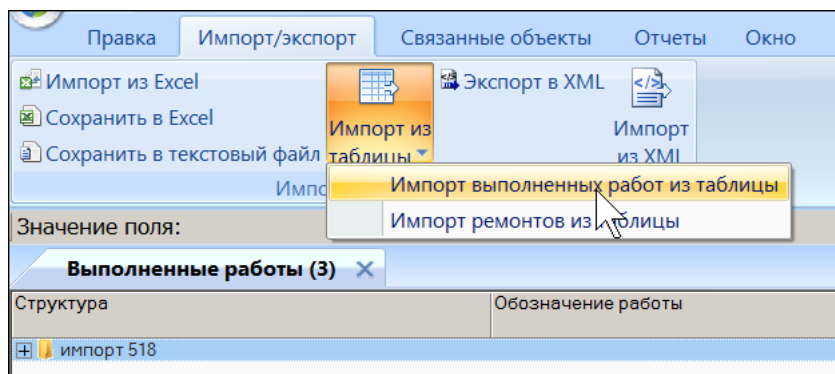

Рис. 14-63 – Вызов диалогового окна импорта из таблицы в рабочем окне «Выполненные работы»
3) Нажать кнопку «Импорт из таблицы» панели «Импорт/экспорт» и из раскрывшегося списка выбрать команду «Импорт выполненных работ из таблицы» (рис. 14-63).